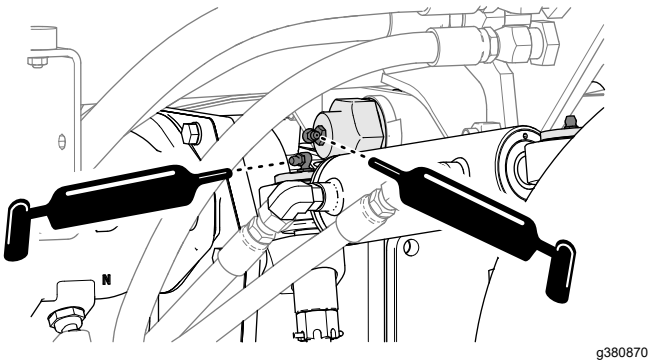

Figura 113
- Bucă de pivotare a osiei spate i cilindru de direcție, consultați Figura 113